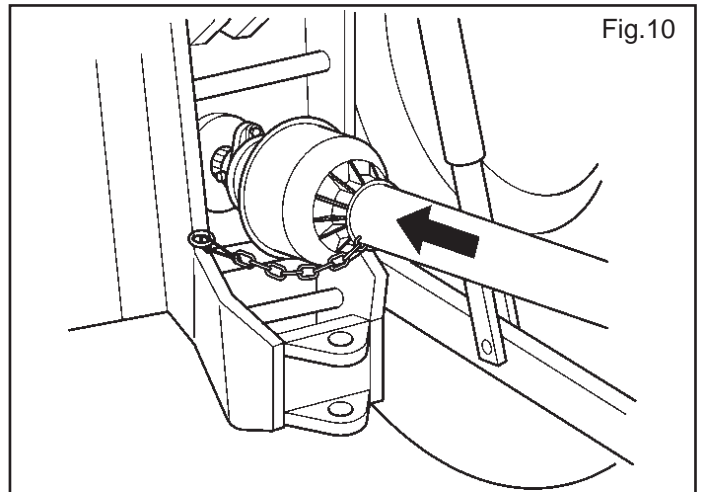

Fig.10
- 5) Conecte correctamente los tubos hidráulicos a los distribuidores del tractor, siguiendo las indicaciones presentes en cada tubo (Fig.10).
- 6) Engranar el árbol cardán y cerciorarse que se encuentre perfectamente bloqueado en la toma de fuerza (Fig.10). Verificar que la protección gire libremente y sujetarla con la correspondiente cadencia.